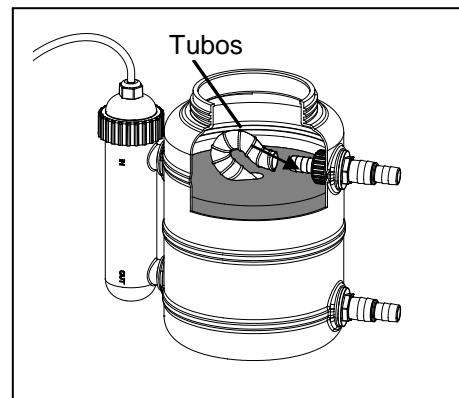

Fig. 6
- Conecte la tubería al adaptador pequeño. Fig. 6